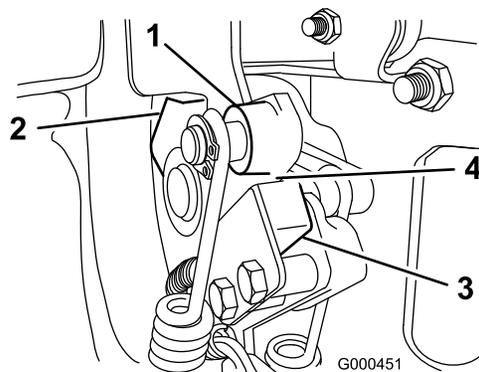

图32
2. 接合牵引杆，直至接触空档后停止(图32)。
3. 松开联锁开关紧固件(图32)。
4. 在牵引杆与联锁开关之间放入 0.81mm 厚的塞尺(图32)。